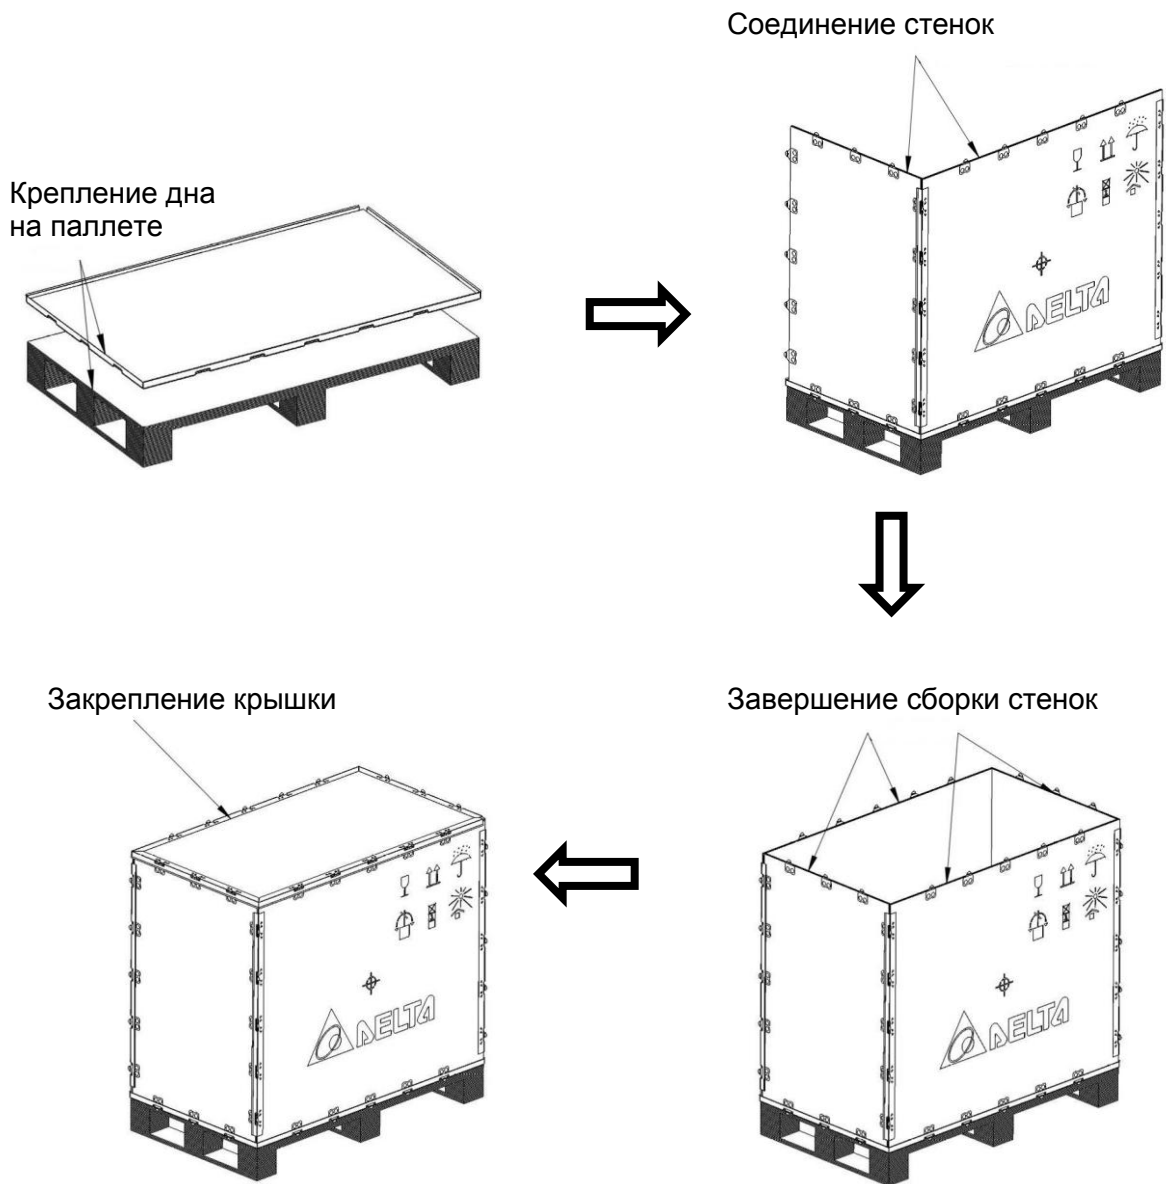

Рис. 6-4 Этапы сборки корпуса
- В процессе установки MVD на паллету выполните сборку наружного короба. Сначала закрепите дно на поверхности паллеты, при этом все гвозди должны быть забиты заподлицо, без каких-либо отклонений и выпуклостей. После установки дна с помощью замков необходимо закрепить переднюю, заднюю и боковые стенки. В последнюю очередь устанавливается верхняя крышка. Последовательность сборки показана на Рис. 6-4.